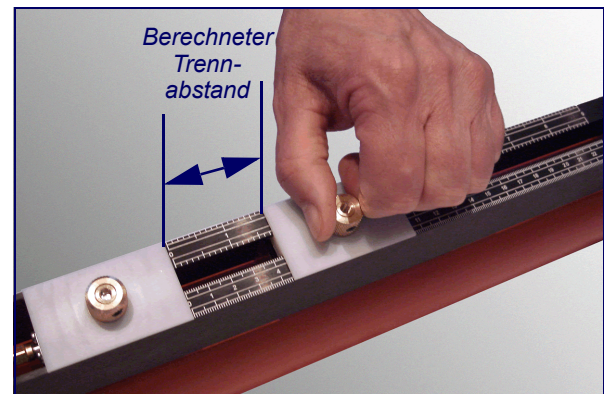

Abbildung 2.11
8. Ordnen Sie den vorgeschalteten Messwandler bei '0' auf dem Lineal an und lassen Sie den Messwandler auf das Rohr ab, indem Sie die Lappenschraube gegen den Uhrzeigersinn drehen, siehe Abbildung 2.11.